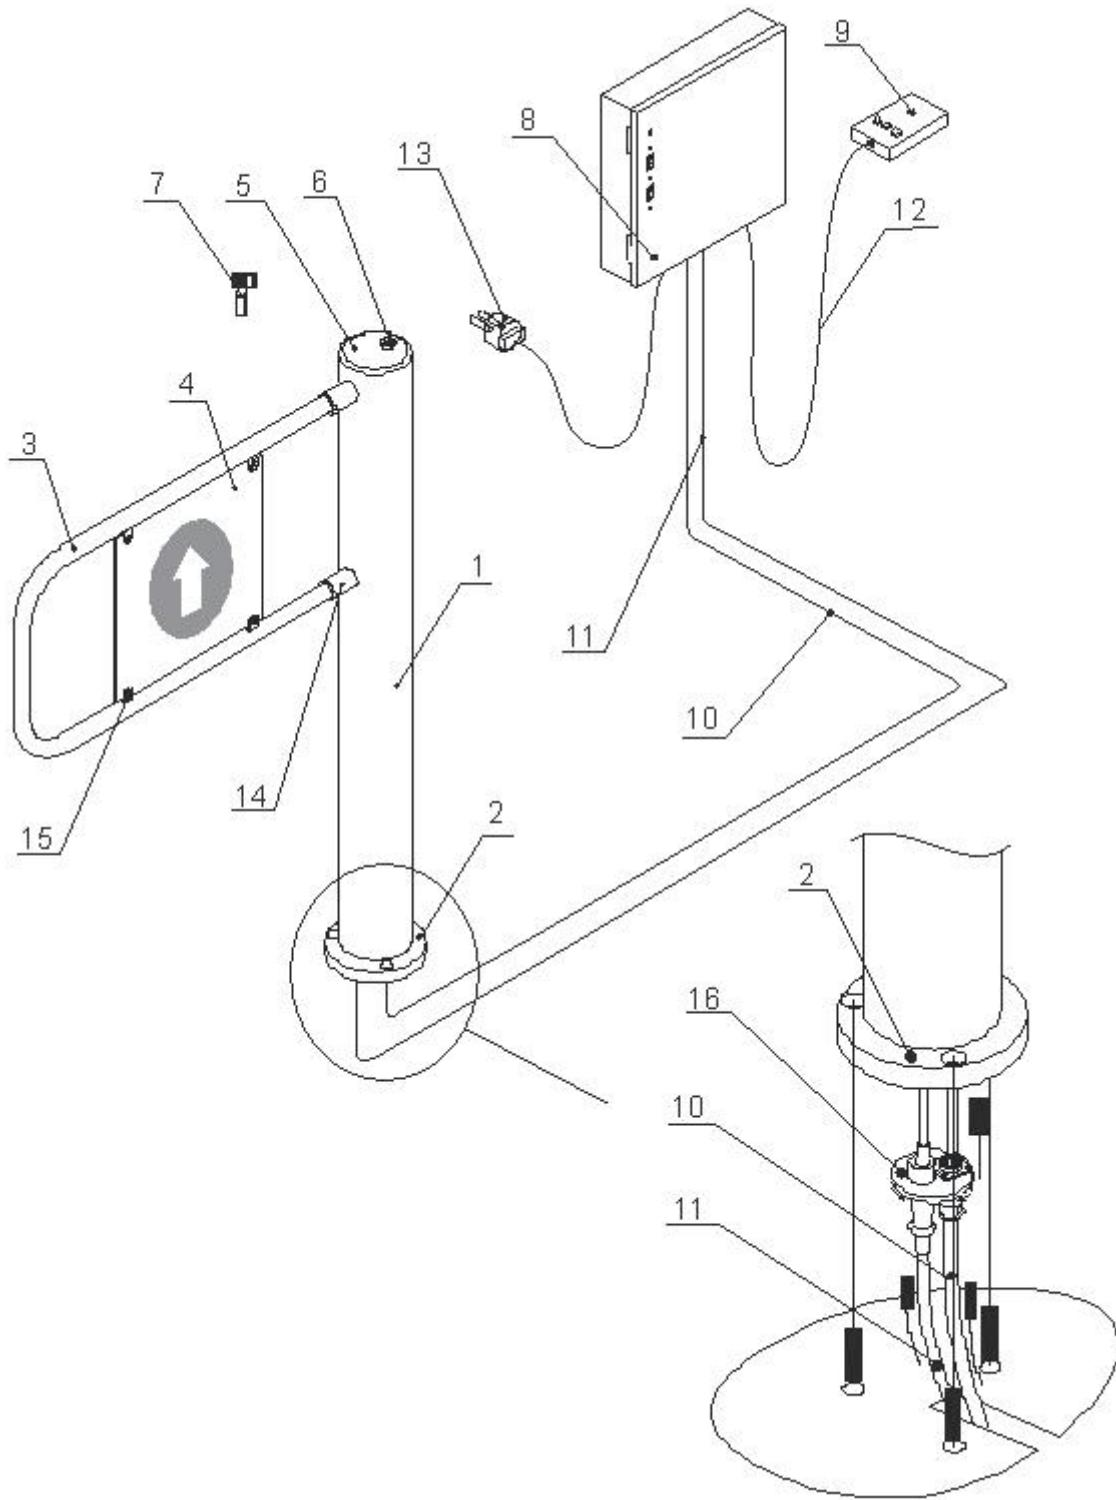
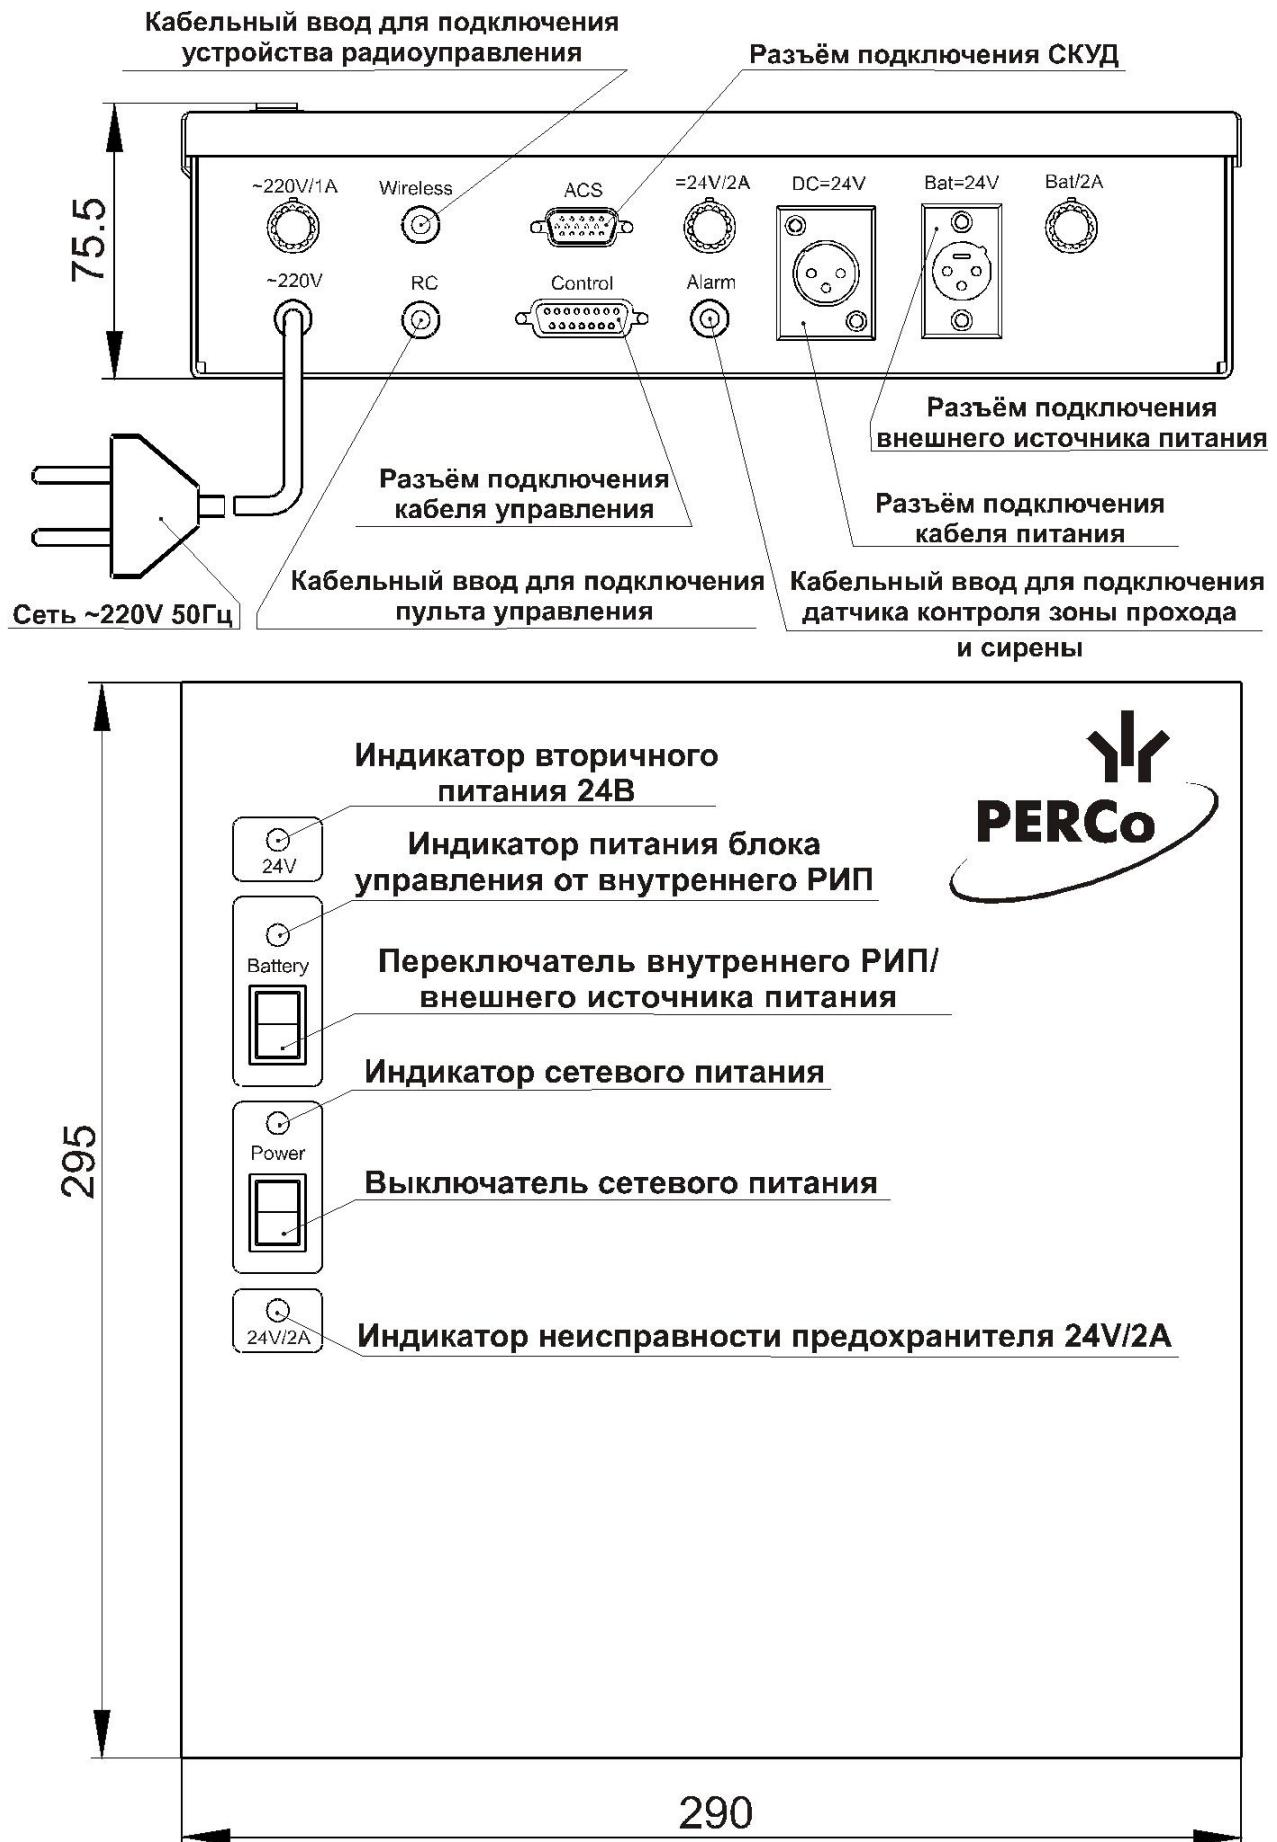

Рисунок 1 – Общий вид калитки
Рисунок 3 – Блок управления
Блок управления (8) предназначен для обеспечения электропитания внутреннего оборудования калитки и реализации алгоритма управления. Он выполнен в виде отдельного прибора в закрытом металлическом корпусе (см. рис. 3), который имеет возможность настенного крепления с антисдергивающей фиксацией.
Пульт управления (9) выполнен в виде небольшого настольного прибора в корпусе из ударопрочного АБС пластика и предназначен для задания и индикации режимов работы при ручном управлении калиткой. Пульт управления (9) подключается к блоку управления (8) гибким многожильным кабелем (12) через кабельный ввод в нижней панели блока (см. рис. 3 и рис. 1А Приложения А).
В корпусе блока управления (8) находятся: силовой трансформатор, модуль источников питания, модуль процессорный, два 12-вольтовых аккумулятора внутреннего РИП. На лицевой панели блока управления расположены следующие индикаторы (см. рис. 3):
Для режима «Однократного прохода в заданном направлении» предусмотрена возможность изменения времени ожидания прохода установкой перемычек на модуле процессорном (см. рис. 1А Приложение А1).
Подключение СКУД производится к разъему «ACS» блока управления (см. рис. 3). Назначение контактов разъема «ACS» блока управления показано на рисунке 4. Разъем СКУД прилагается в комплекте ЗИП.
Вариант управления выбирается установкой перемычки на разъеме X5 на плате модуля процессорного (см. рис. 1А Приложение А).